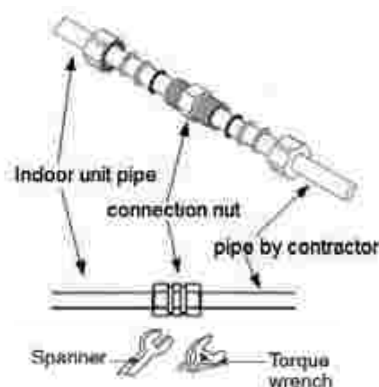

Fig.9
3. Coloque las ranuras de montaje de la unidad interior encima de los ganchos superiores del panel trasero y compruebe que esté bien fijado (véase Fig. 9).